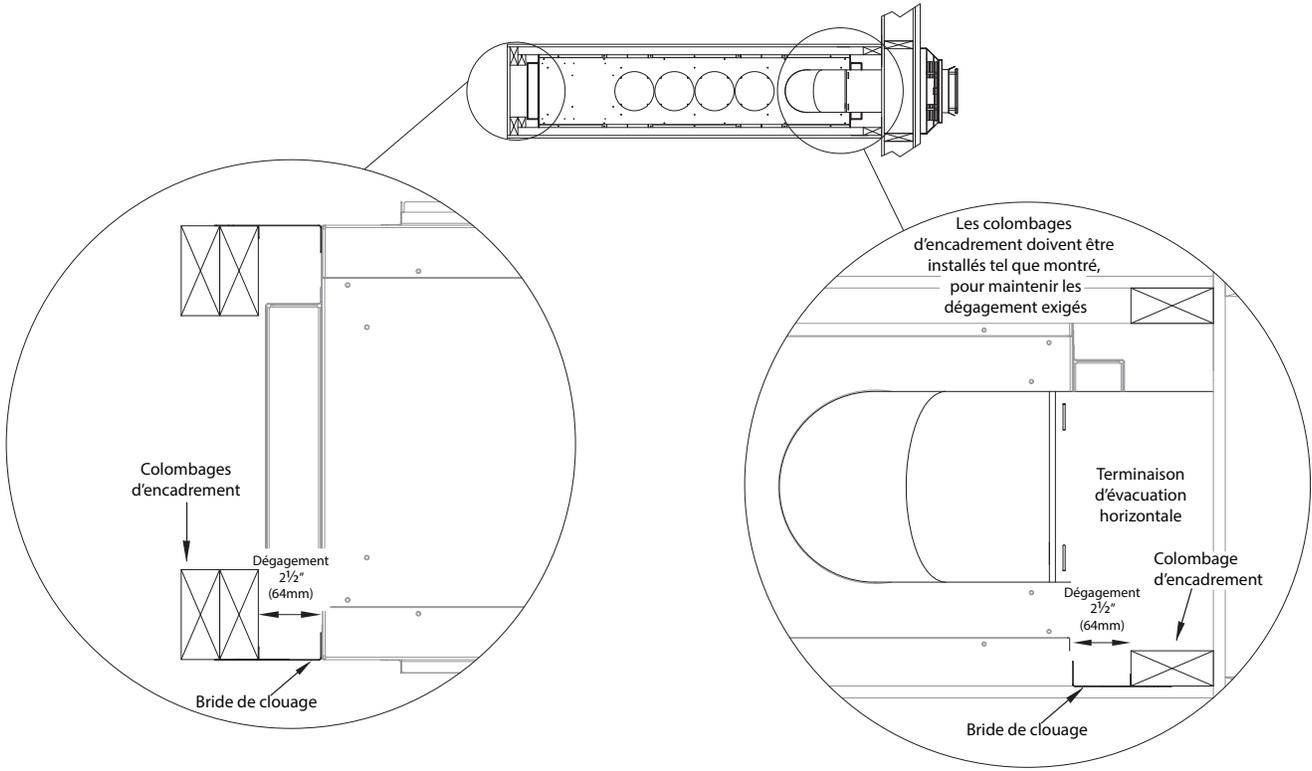

FIGURE 3.4 Brides de clouage - Encadrement pour terminaison horizontale
5. **LORSQUE TOUTES LES PIÈCES D'ENCADREMENT SONT INSTALLÉES:** Positionnez le colombage d'encadrement contre la languette de dégagement (située sur la face arrière de la bride de clouage). Fixez en place avec des clous ou des vis. Pour fixer les brides de clouage avec une terminaison horizontale au coupe-feu mural, voir la Figure 3.4 à la page 14.